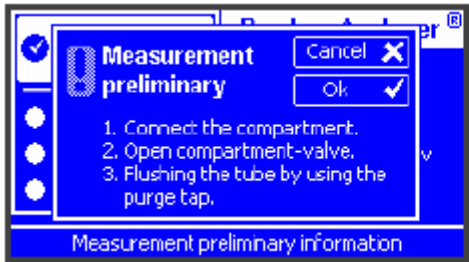
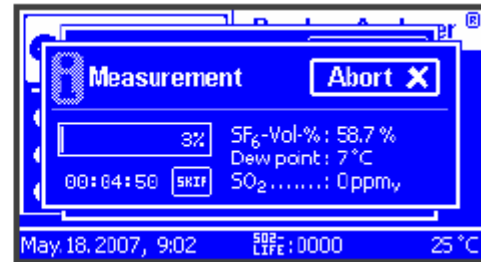

图 6.09
图 6.10
2. 首先是“测量准备措施”对话，列出测量的先决条件（出现图 6.09。在开始测量之前必须满足/执行所有三点。这意味着在气室与装置之间实现了无泄漏软管连接。SF₆ 气体综合分析仪的最大进气口压力是 14 bar。以绝对压力（周围压力加气室压力）指示进气口压力）。
3. 通过确认对话（参见图 6.09）初始化测量流程之后，测试自动运行并持续数分钟（基于仪器的设置，参见第 6.5 节）。在测量中，将始终显示所有传感器值及其变化（图 6.10）。如果三个值在调整后的污染标准内，则可以按跳过按钮来跳过剩余的测量时间并直接显示测量结果。最终结果在测量结束时显示（图 6.11）。指示的值为：SF₆ 百分比、湿气与 SO₂ 浓度。此外，进气口压力、数据采集的日期与时间以及结果将显示于屏幕左侧。